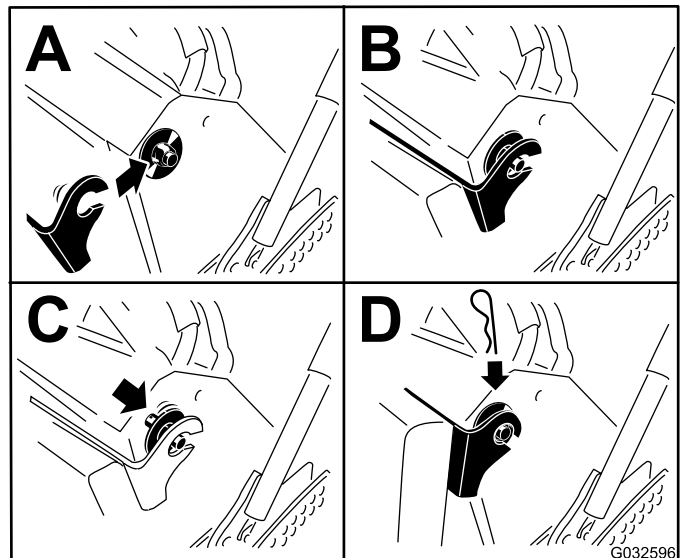

Bild 34
6. Heben Sie das Kissen an und schieben es an beiden Seiten der Maschine auf die Splints (**Bild 34**).
7. Schieben Sie die großen Scheiben mit den Kunststoffbüchsen in die Kissenhalterung und befestigen sie mit einem Splint (**Bild 34**).